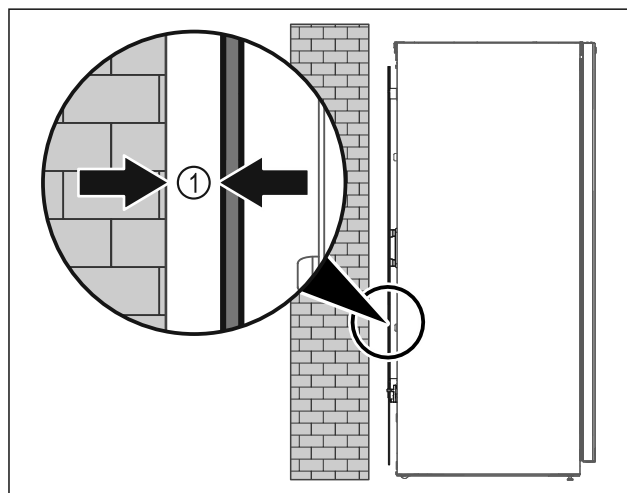

Fig. 8
- ▶ Prietaisą galima statyti arba laisvai patalpoje, arba prie pat sienos min. 5 mm Fig. 8 (1) atstumu.